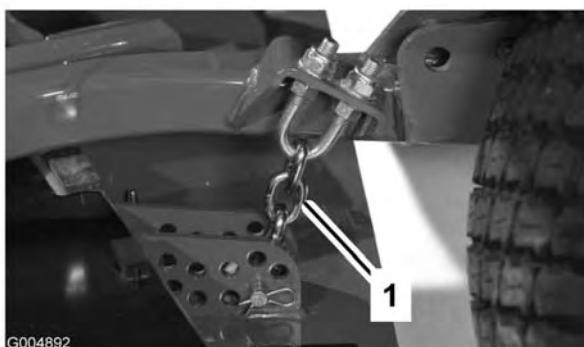

Figura 81
- Togliete la coppia e il perno con testa che fissano le catene dell'altezza di taglio sul retro dell'apparato di taglio (Figura 81).